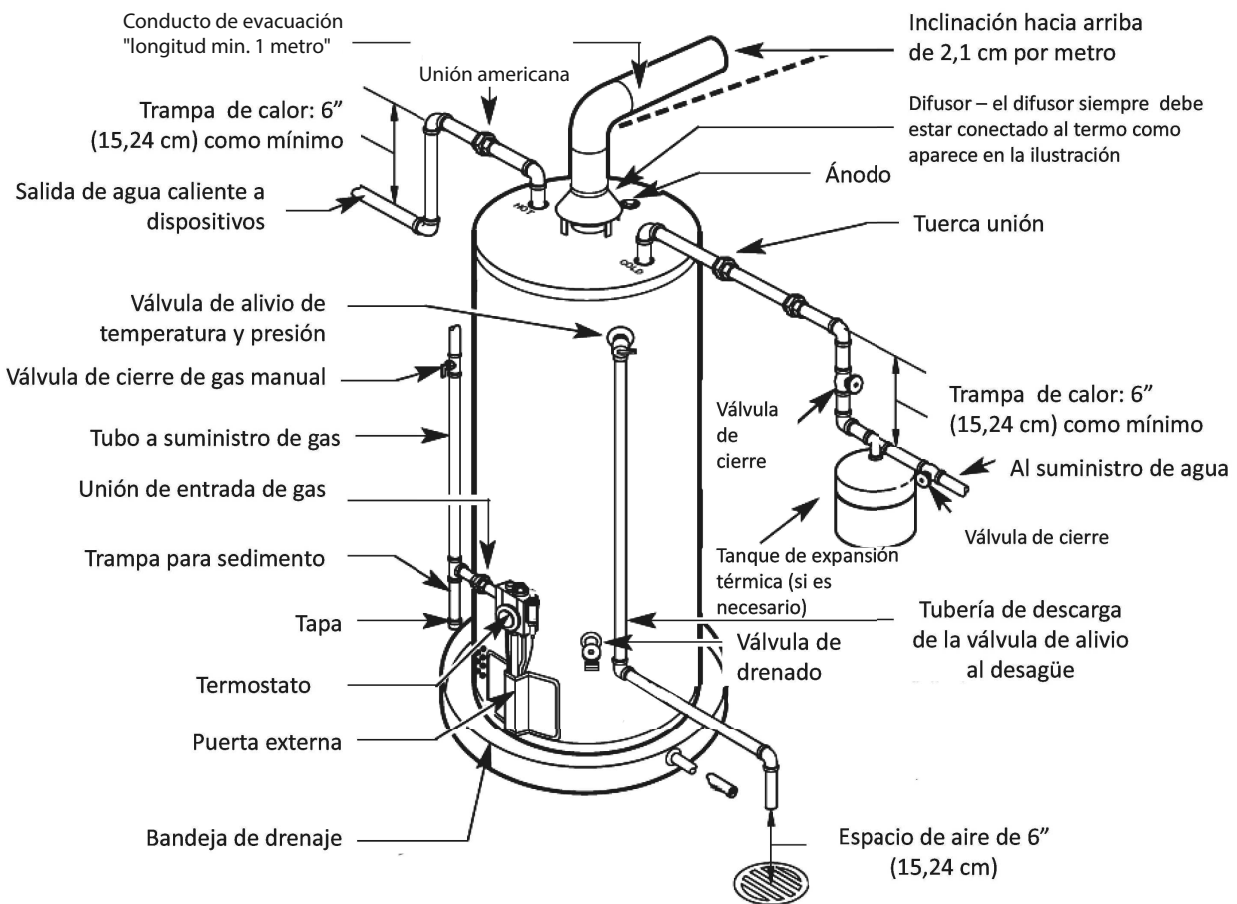

Figura 4. — Instalaciones típicas en un sistema cerrado y abierto
2. **CONEXIONES DEL SUMINISTRO DE AGUA** — Refiérase a la Figura 4 para verificar la instalación típica que se recomienda. Se recomienda la instalación de uniones o de conectores de cobre flexible en las tuberías de agua CALIENTE y FRÍA, de modo que el termo se pueda desconectar fácilmente para darle mantenimiento, si es necesario. Las conexiones de agua CALIENTE y FRÍA están marcadas claramente.
(Ver Figura 4.) Se debe instalar en la salida de agua caliente una válvula de alivio calibrada a lo que especifique el fabricante del termo.
(Ver Figura 4.) Se debe instalar en la salida de agua caliente un jarro de aire. En el sistema abierto, el agua se guarda en un estanque elevado y se entrega por gravedad.